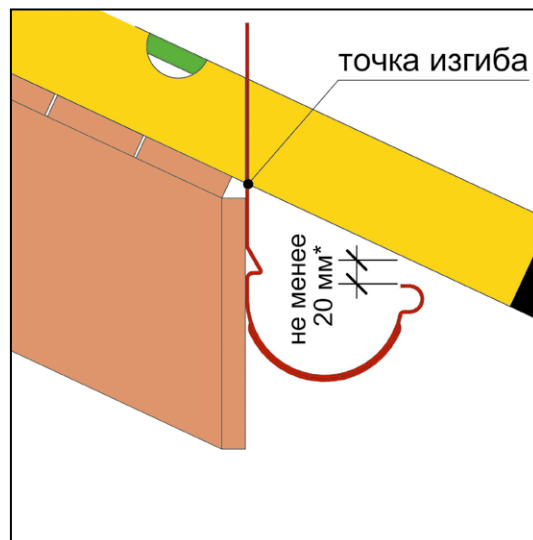

Рис. 6 Нахождение точки изгиба на самом верхнем крюке
4.1.1 До установки карнизных крюков, для формирования линии уклона желоба, необходимо произвести разметку и гибку крюков при помощи гибочного устройства. Перед разметкой все крюки следует пронумеровать. Далее необходимо найти и отметить на крюке 1 (крюк, который будет расположен выше всех) точку сгиба А (рис. 6). Сделать это нужно, приложив уровень к скату крыши и разместив крюк строго вертикально. Нижняя плоскость уровня должна быть выше носика крюка как минимум на 20 мм (справедливо для пологих крыш со скатом не более 40°; для более крутых скатов зазор может быть меньше, отсутствовать или даже быть отрицательным (носик крюка выше нижней плоскости уровня)). Точка пересечения нижней плоскости уровня с длинной стороной крюка и есть точкой изгиба верхнего крюка (точка А).